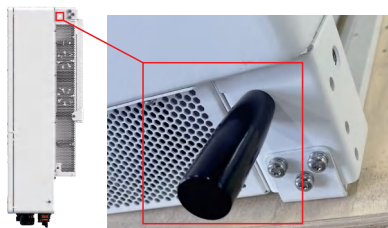

图 3.4
4. 机器上有四个黑色安装扶手，它们是可拆卸的，便于安装(见图3.4)。
5. 扶手安装位置如图 3.4 中的红色标记所示。